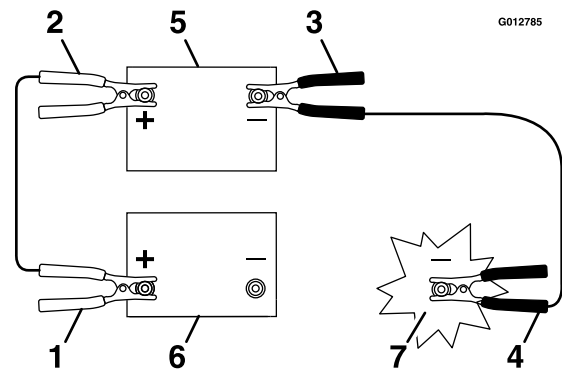

Figure 53
3. Connectez le câble positif (+) à la borne positive (+) de la batterie à plat qui est reliée au démarreur ou au solénoïde, comme illustré à la Figure 53.